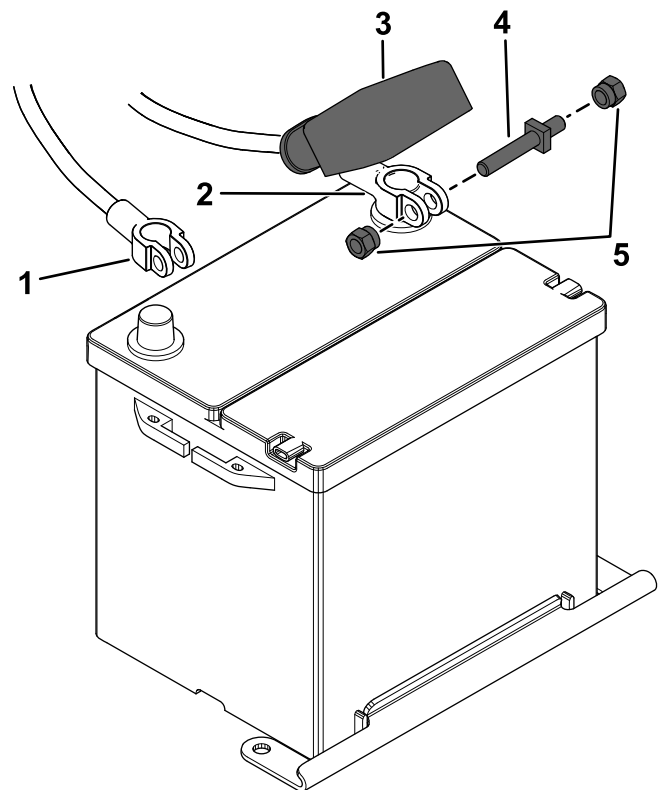

Figura 74
1. Desconecte los cables de la batería (Figura 74).
2. Conecte los cables de la batería (Figura 74).